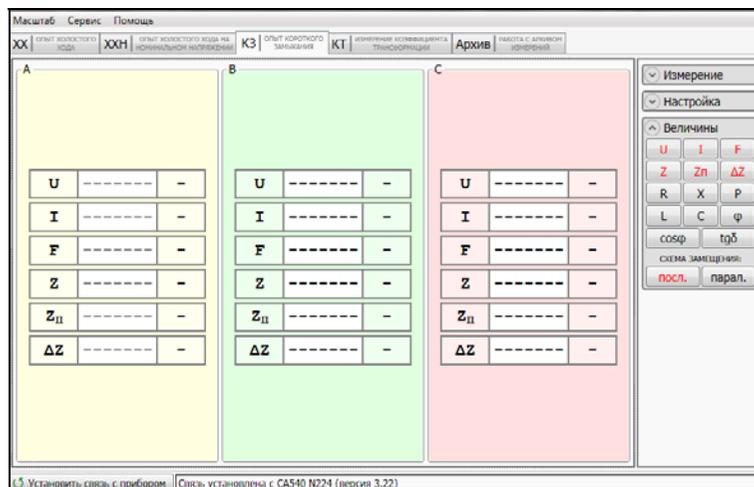

Рисунок 7.22
10) Развернуть поле "Величины" (рисунок 7.22), для чего щелкнуть по кнопке  "Величины".